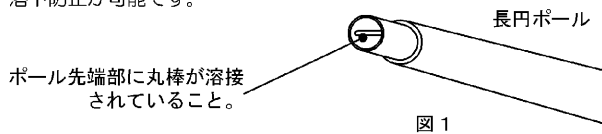

図1
- ①. 長円ボールに図1の加工がされている場合はワイヤー（別売り）での落下防止が可能です。